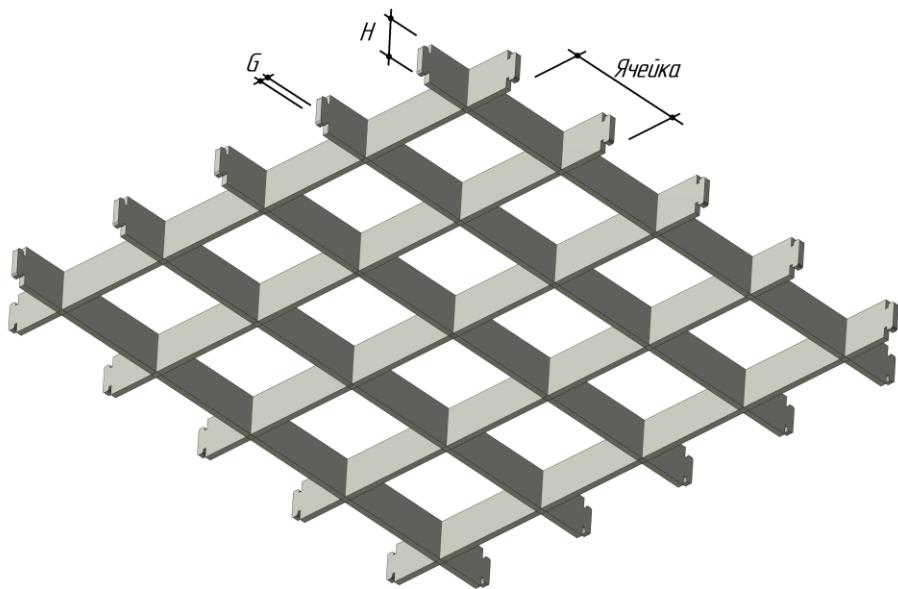

Рисунок 1 – Основные параметры потолка типа «грильято»
1.4 Основные геометрические параметры подвесных решетчатых потолков «грильято», на которые распространяется действие настоящих Рекомендаций (см. рисунок 1):